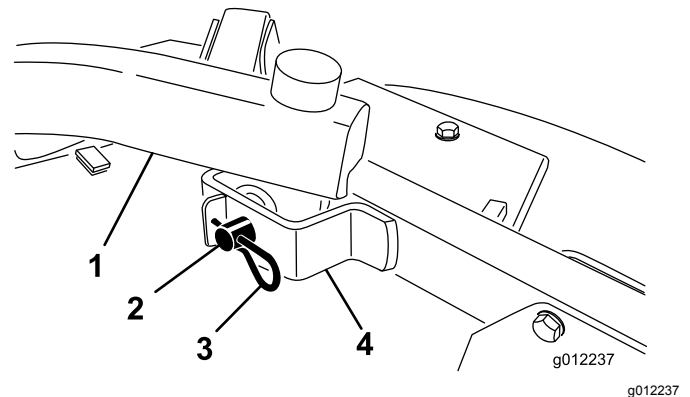

Figure 24
4. Retirez les goupilles fendues et les axes de chape qui fixent les bras de levage aux supports des bras pivotants (Figure 24).